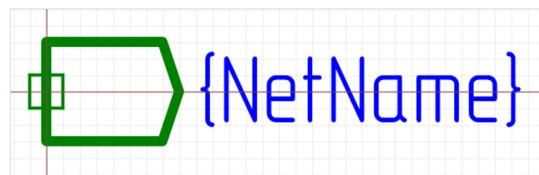

Рис. 68 Порт блоков Выход
- Выход – обозначение выхода из схемотехнического блока (вложенной схемы), см. Рис. 68.